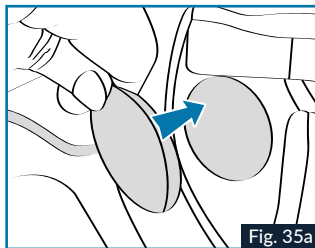

Fig. 35a
6. Insérer dans les logements auriculaires les speakers gauche et droit du SENA FOR SHARK (Bluetooth ou Mesh), la fixation se fait par le velcro présent à l'arrière des speakers et le velcro présent sur les bouchons en mousse présent dans les logements auriculaires. Fig.35a/b